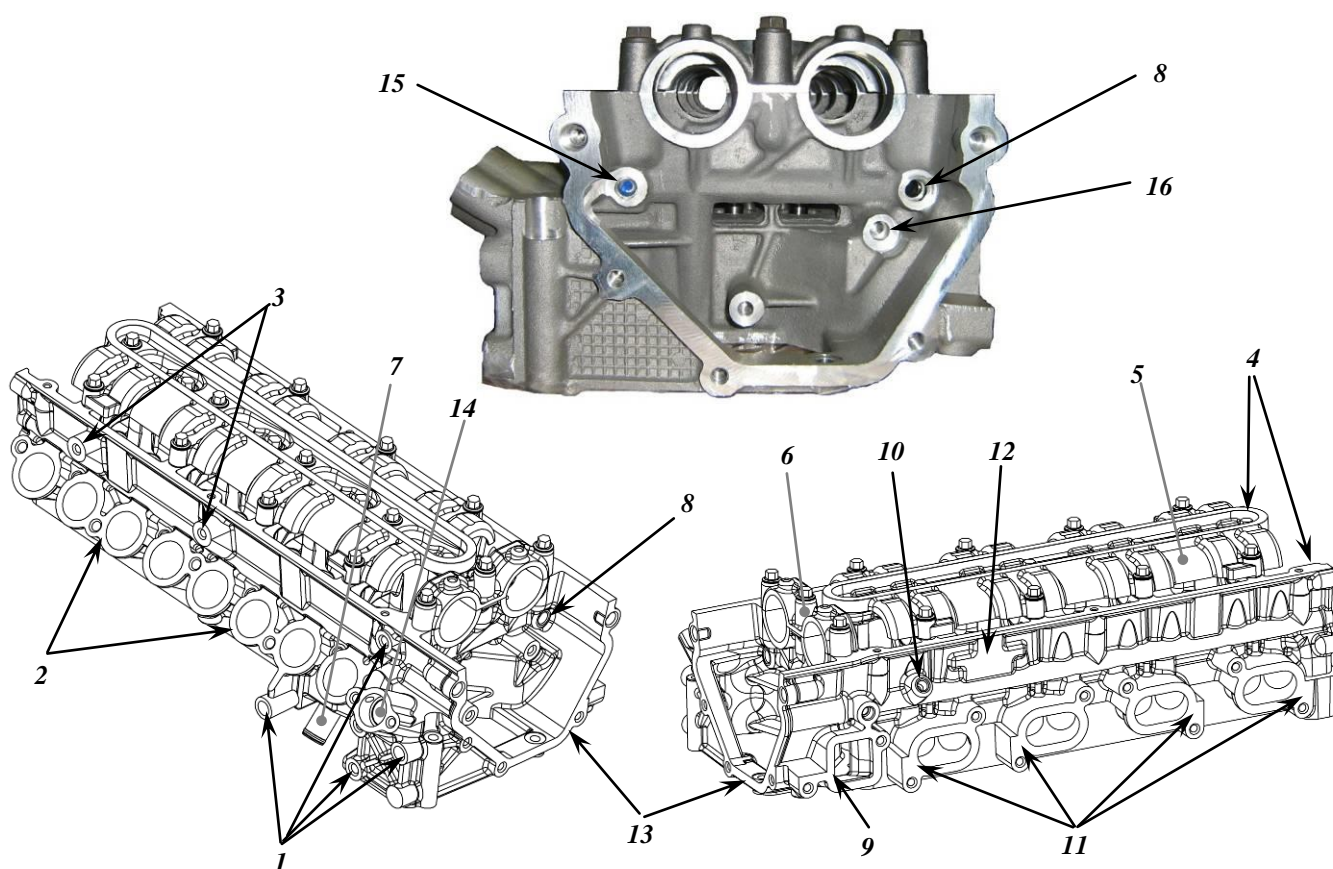

Рис.15. Головка цилиндров:
**Головка цилиндров** (рис.15) – отлита из специального алюминиевого сплава. В головке цилиндров располагаются впускные и выпускные газовые каналы, по два на каждый цилиндр; рубашка охлаждения для отвода тепла от нагретых стенок камеры сгорания, распылителей топливных форсунок, седел и направляющих клапанов; каналы системы смазки; в верхней части головки цилиндров располагаются опоры распределительных валов и гидроопор рычагов привода клапанов, а так же колодцы под топливные форсунки, свечи накаливания и болты крепления головки к блоку цилиндров. Снаружи имеются бобышки с резьбовыми отверстиями и фланцевые поверхности для установки и крепления навесного оборудования, ТНВД, генератора, топливного аккумулятора, впускной трубы, выпускного коллектора, передней и задней крышек, крышки клапанов. Крышки 2, 3, 4 и 5-й опор распределительных валов выполнены единым блоком, крышки первых опор так же выполнены единым блоком, крышки распределительных валов обрабатываются в сборе с головкой, поэтому, они не взаимозаменяемы с крышками других головок. Масса головки цилиндров 15 кг.